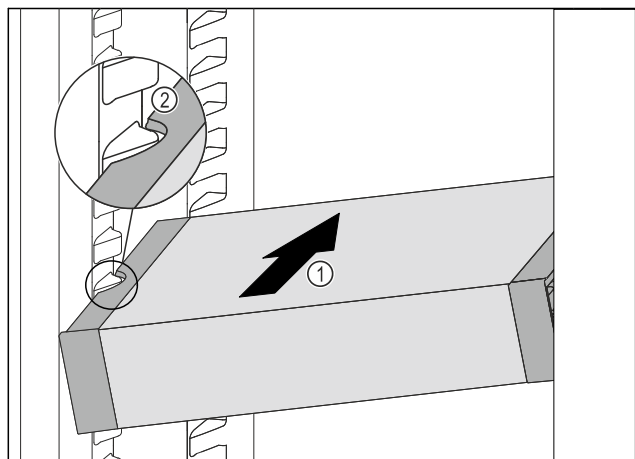

Fig. 148
- ▶ Вдвигайте VarioSafe под наклоном в холодильное отделение Fig. 148 (1), пока боковые выемки Fig. 148 (2) VarioSafe не окажутся на высоте выступа резервуара в холодильном отделении.